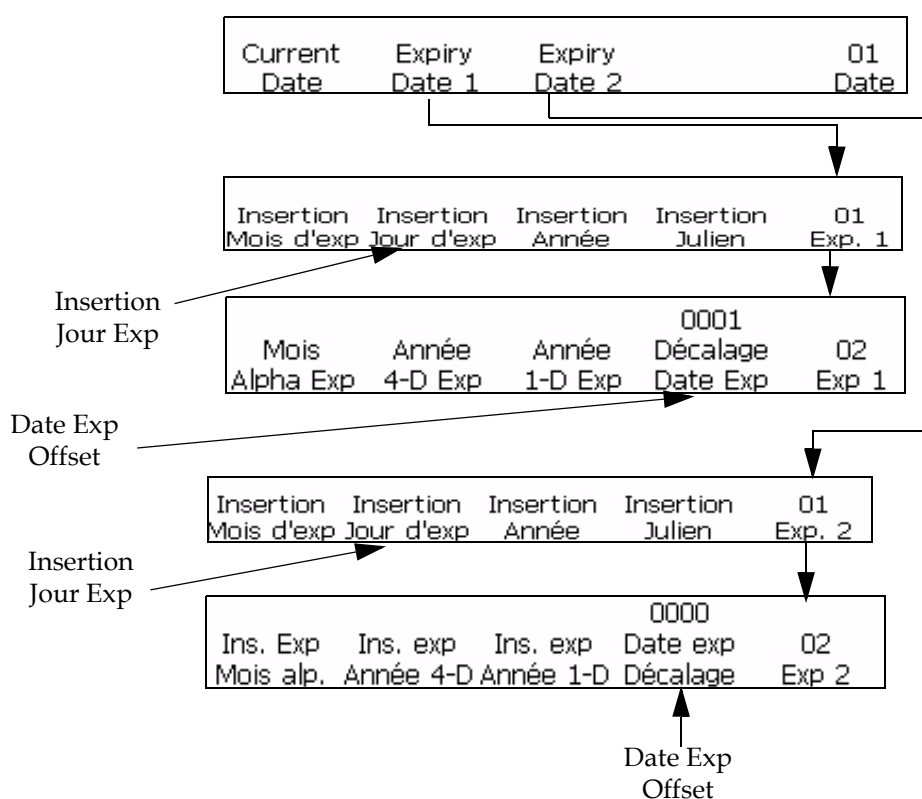

Figure 5-44: Fenêtre <01 Exp 1> et <01 Exp 2>
- 1 Commencer dans la Fenêtre <01 Exp 1> (01 Editor > 02 Editor - Insertions > 01 Insertion - Date > 01 Date - Dates d'expiration 1 > 01 Exp 1). Voir Figure 5-44.